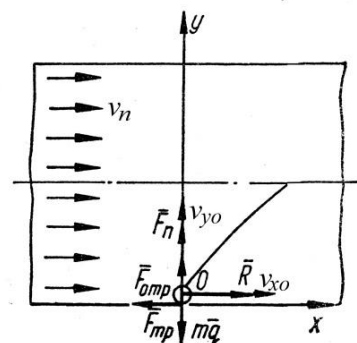

Рис. 1.7
1.25. Частка добрив масою m перебуває на нижній стінці горизонтального пневмотукопровода діаметра d , маючи горизонтальну початкову швидкість v_{x0} і вертикальну $v_{y0}=0$ (рис.1.7). На неї діють горизонтальна рушійна сила, яка пропорційна різниці між швидкістю повітряного потоку v_n та горизонтальною